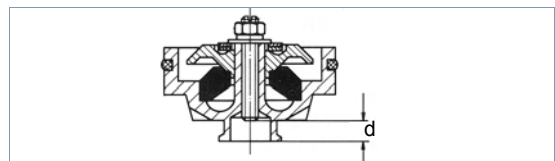

Fig. 4 Dimension d (Appareil avec un ressort caoutchouc)
- Réglez la dimension $d = C + 0,8$ mm du piston complet en tournant la vis de réglage (voir fig. 4.).